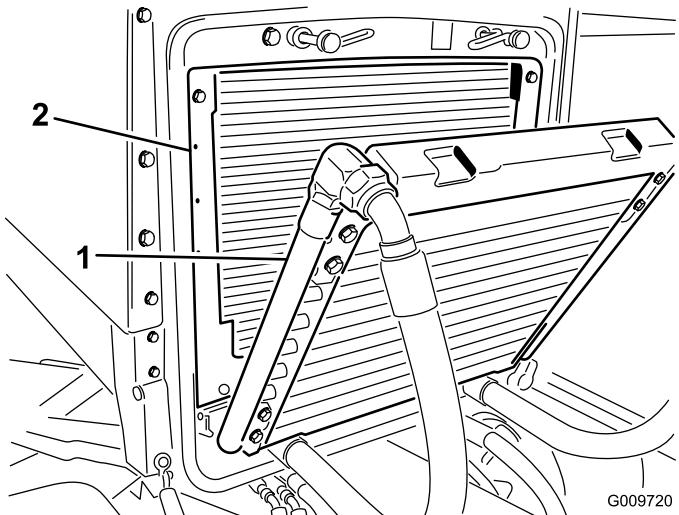

Figura 51
3. Incline o refrigerador de óleo para trás. Limpe ambos os lados do refrigerador de óleo e a zona do radiador (Figura 51) com ar comprimido. Comece a partir da parte frontal e sopre os detritos para fora na direcção da parte posterior. Depois, limpe a partir da parte posterior e sopre na direcção da parte frontal. Repita o procedimento várias vezes até remover toda a sujidade e detritos.